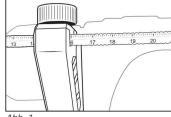

Abb. 1
- ♦ Lösen Sie die Drehschraube für den Tiefenanschlag ①.
- ♦ Setzen Sie den Tiefenanschlag ② in den Zusatz-Handgriff ③ ein.
- ♦ Achten Sie darauf, dass die Zahnung des Tiefenanschlags ② nach unten zeigt.
- ♦ Ziehen Sie den Tiefenanschlag ② so weit herunter, dass der Abstand zwischen der Spitze des Bohrs ④ und der Spitze des Tiefenanschlags ② der gewünschten Bohrtiefe entspricht.
- ♦ Sie können die Bohrtiefe an der Skala auf dem Tiefenanschlag ② ablesen. Ziehen Sie hierzu den Wert, der auf der rechten Seite des Tiefenanschlags ② angezeigt wird (z. B. 16 cm), vom Ende der Skala (20 cm) ab. Die Bohrtiefe beträgt dann 4 cm (siehe Abb. 1).